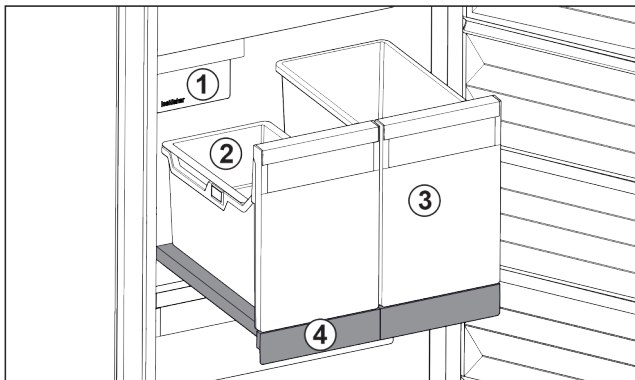

Fig. 22 Vyťahovacia polička s IceTower
Na vyťahovacej poličke sú dve vysoké nádoby (IceTower). V nádobe Fig. 22 (2) sa hromadia a skladujú kocky ľadu z IceMaker. Nádoba Fig. 22 (3) sa hodí na skladovanie vysokých potravín, ako sú pizze alebo alkoholické nápoje.